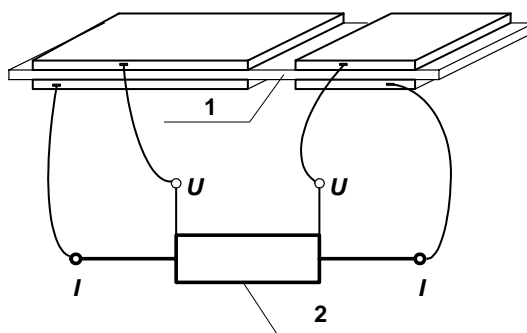

Рис. 17
3.2.7.1. С помощью штатного измерительного провода со щупами прибор СЭИТ-3 подключают к образцовой катушке сопротивления через контактное приспособление рис. 17.